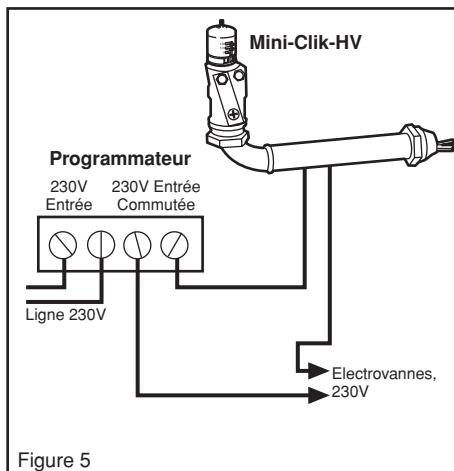

Figure 5
C. Instructions spéciales pour les Mini-Clik-HV (voir Figures 5 et 6)